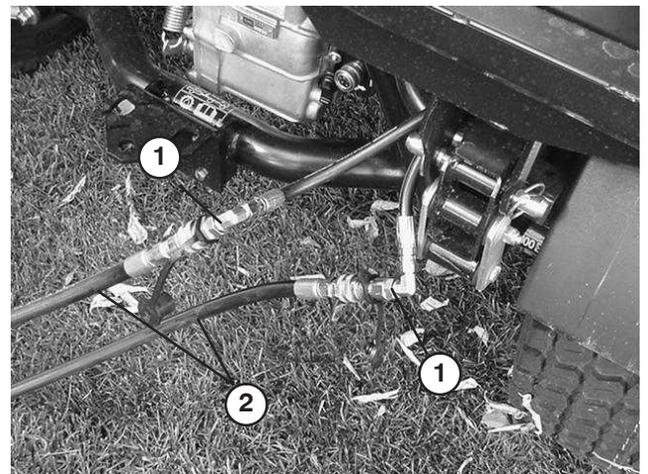

Bild 70
- Schließen Sie am kaputten Fahrzeug die beiden Anlasserschläuche an die Schläuche an, die abgeschlossen wurden (Bild 70). Verschließen Sie nicht verwendete Anschlüsse.